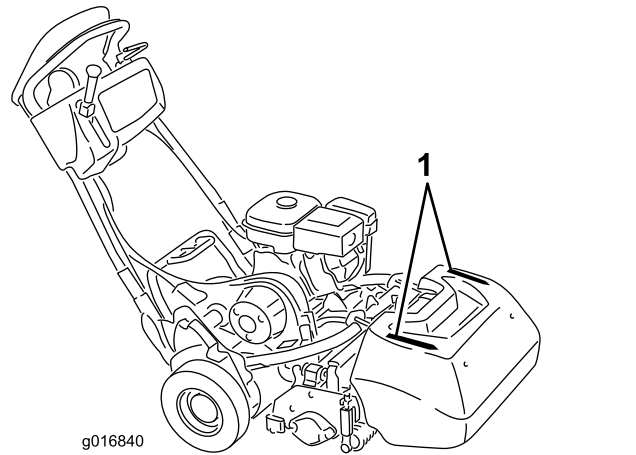

Bild 31
- Verwenden Sie die Ausrichtungstreifen am Grasfangkorb (Bild 31), damit Sie in einer möglichst geraden Linie über die Grünfläche fahren und einen gleichmäßigen Abstand zum zuvor gemähten Rasenstück einhalten.